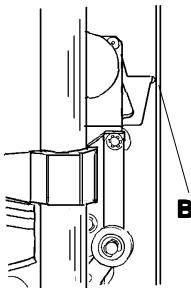
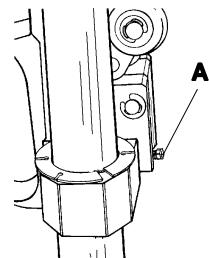

FIGURE 25
Figure 24
2. The **ROCKER ARM ADJUSTING SCREW (A)** in **Figure 24** determines the "at rest" position of the **ROCKER ARM**; that is, the position of the cutting tools when the **SHORT THUMB LEVER** is not depressed. Set this screw so the glass cutting wheel is about .020" (1/2mm) from the vertical extrusion of the machine. You may judge this by looking from the right side, **Figure 25 (B)**. The wheel should not enter the groove, but should be close enough to contact the thinnest glass to be cut. This position of the **ROCKER ARM** will also insure the mat/mount board blade will enter the groove, but not touch the aluminum at the bottom of the groove.
2. Mit der **Kipphobeleinstellschraube (A)** in **Abbildung 24** wird die Ruheposition des **Kipphobel** festgelegt. Die Ruheposition ist Position des Schneidewerkzeugs wenn der kurze Hebel nicht niedergedrückt ist. Die Schraube sollte so eingestellt werden, daß das Glasschneiderärdchen ca. 0,5 mm von dem vertikalen Preßprofil der Maschine entfernt ist. Diese Einstellung können Sie vornehmen, wenn Sie von der rechten Seite her hineinsehen, **Abbildung 25 (B)**. Das Rädchen sollte nicht in die Einkerbung hineinreichen, aber so knapp wie möglich darüber sein, um auch die dünnteste Glasscheibe schneiden zu können. Diese Position des **Kipphobel** wird auch sicherstellen, daß die Passepartout/Karton Klinge in die Kerbe hineinstehen wird, aber nicht das Aluminium auf der Bodenfläche der Kerbe berühren wird.
2. La **VIS DE RÉGLAGE DU BALANCIER À COULISSE (A)** dans la figure 24 détermine la position "au repos" du **BALANCIER À COULISSE**, c'est-à-dire la position des outils de coupe lorsque l'on n'appuie pas sur le **LEVIER DE TAQUET COURT**. Réglez la vis de manière à ce que la molette de coupe de verre soit à environ 1/2 mm (0,020 po.) de l'extrusion verticale de la machine. Vous pouvez juger de la distance en regardant du côté droit, **Figure 25 (B)**. La molette ne devrait pas entrer dans le rail mais devrait être suffisamment près pour entrer en contact avec le verre le plus fin devant être coupé. Cette position du **BALANCIER À COULISSE** devrait également assurer que la lame pour couper les panneaux de montage ou les encadrements entrera dans le rail mais ne touchera pas l'aluminium au fond du rail.